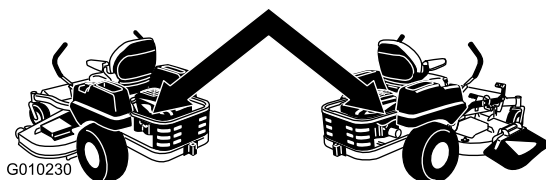

Figura 31
4. Mueva las palancas de desvío hacia atrás y luego hacia abajo para bloquearlas en esa posición, según se muestra en Figura 31, para desengranar los motores de rueda. Repita en el otro lado de la máquina.
Mueva la palanca a la posición de empujar la máquina (Figura 31) para engranar los motores de las ruedas.